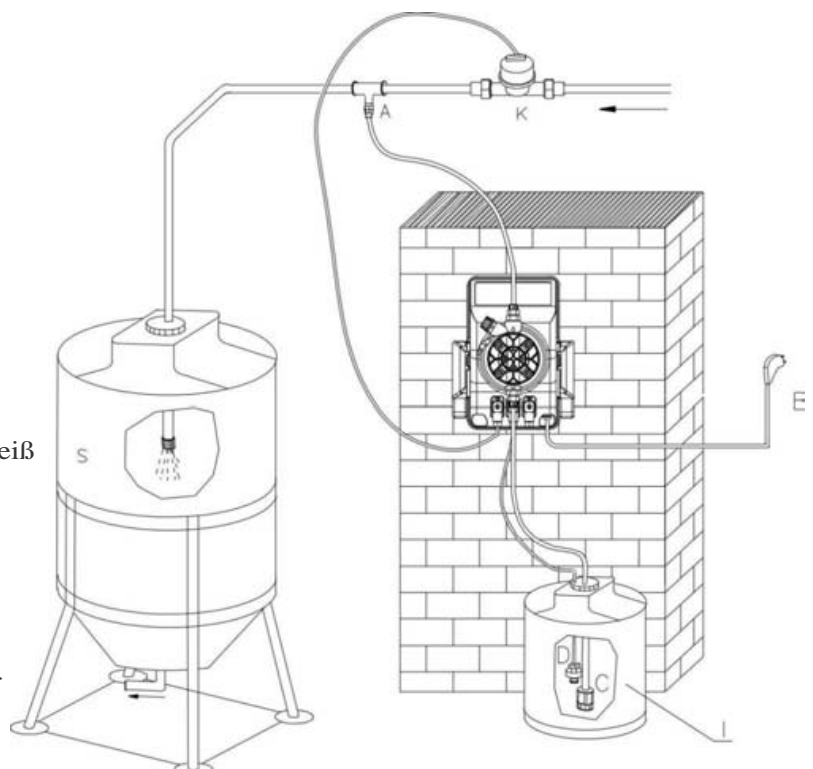

Abb. 19
9.2 - TYPISCHER ANLAGENPLAN (Abb. 19)